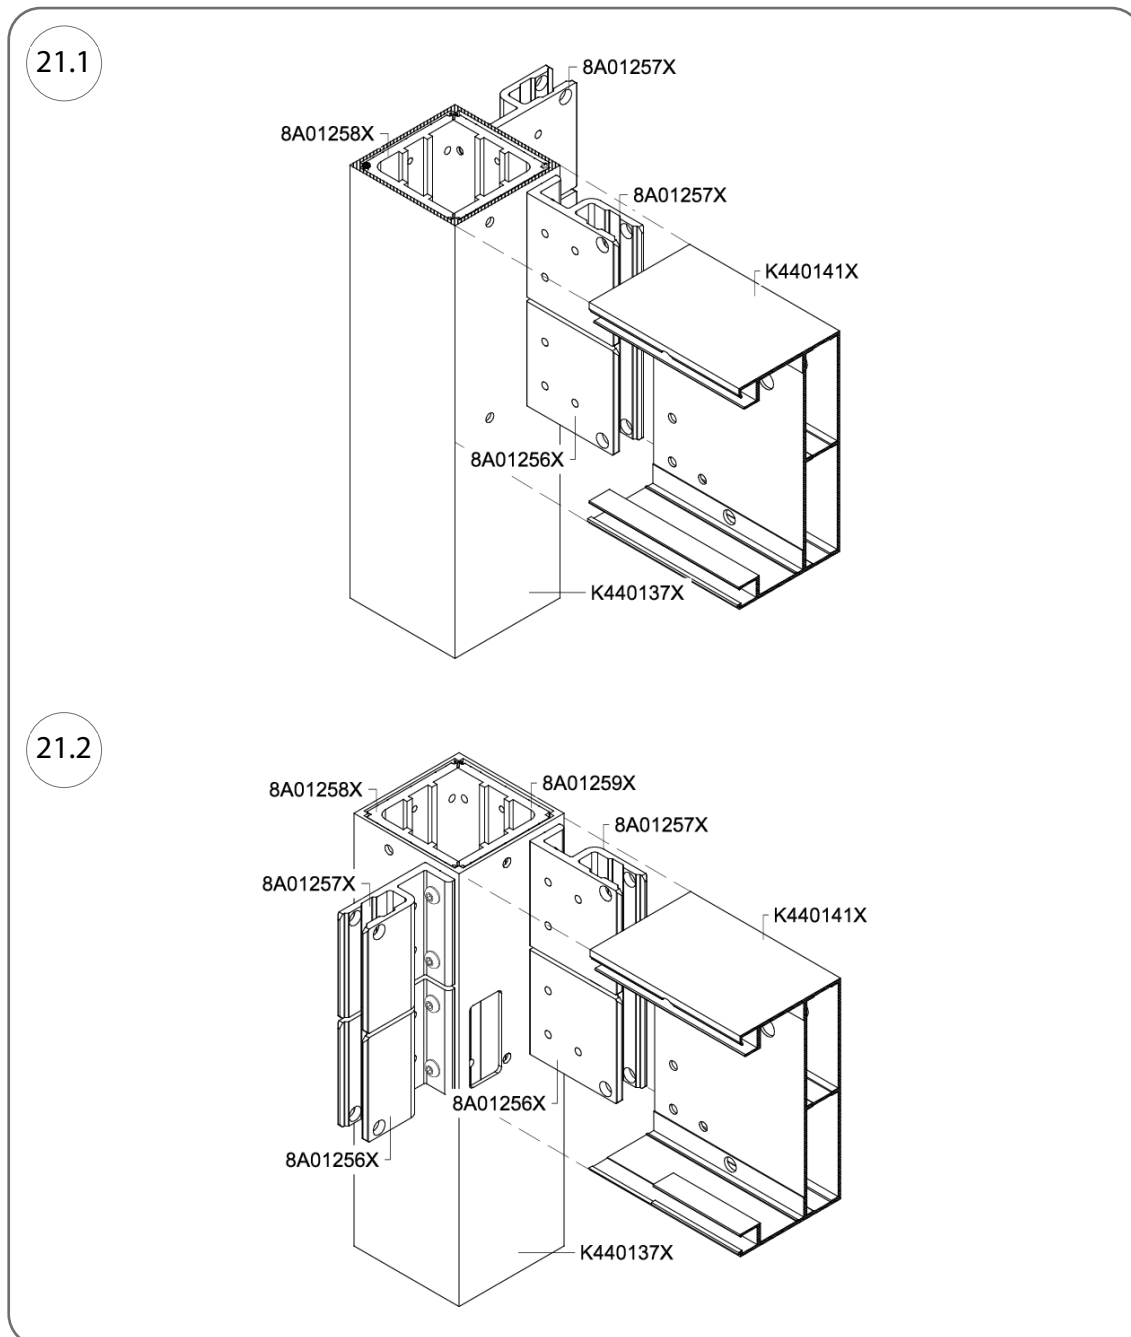
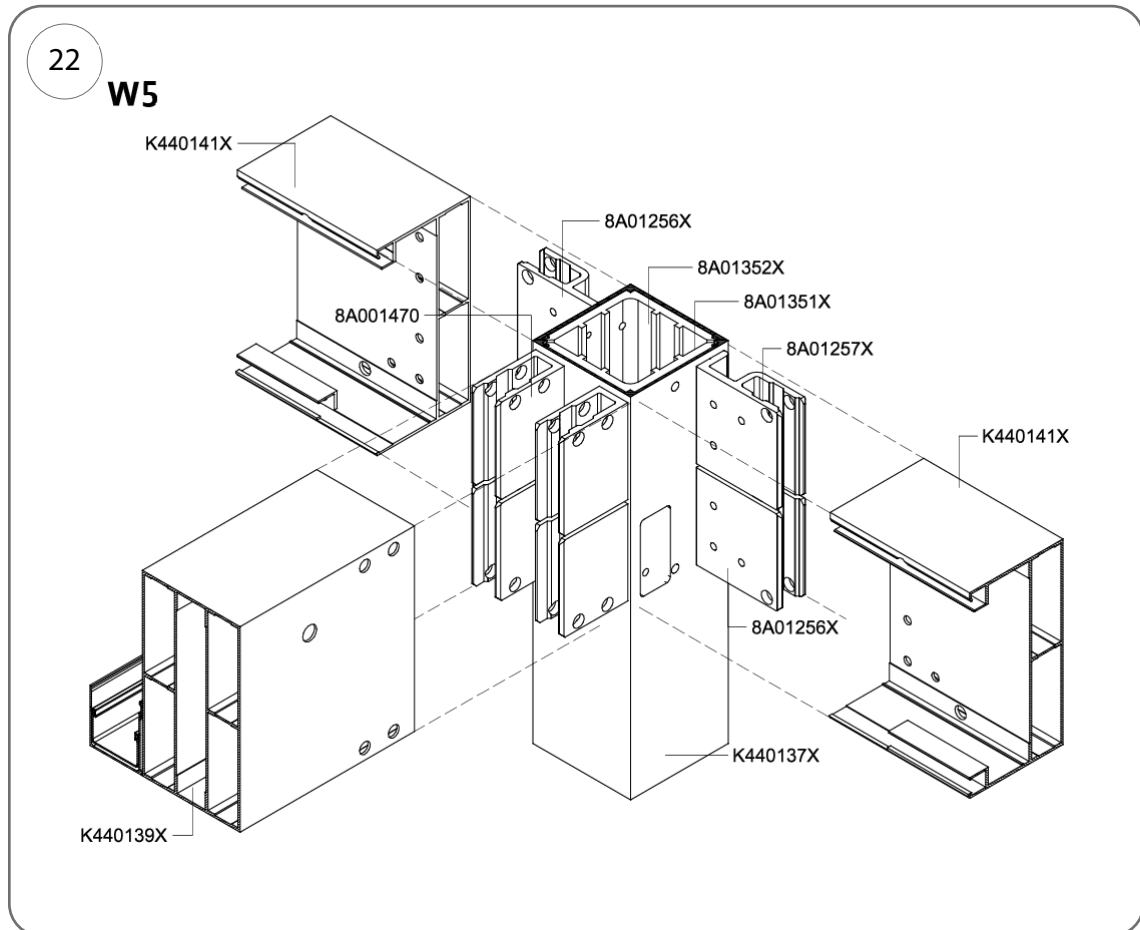
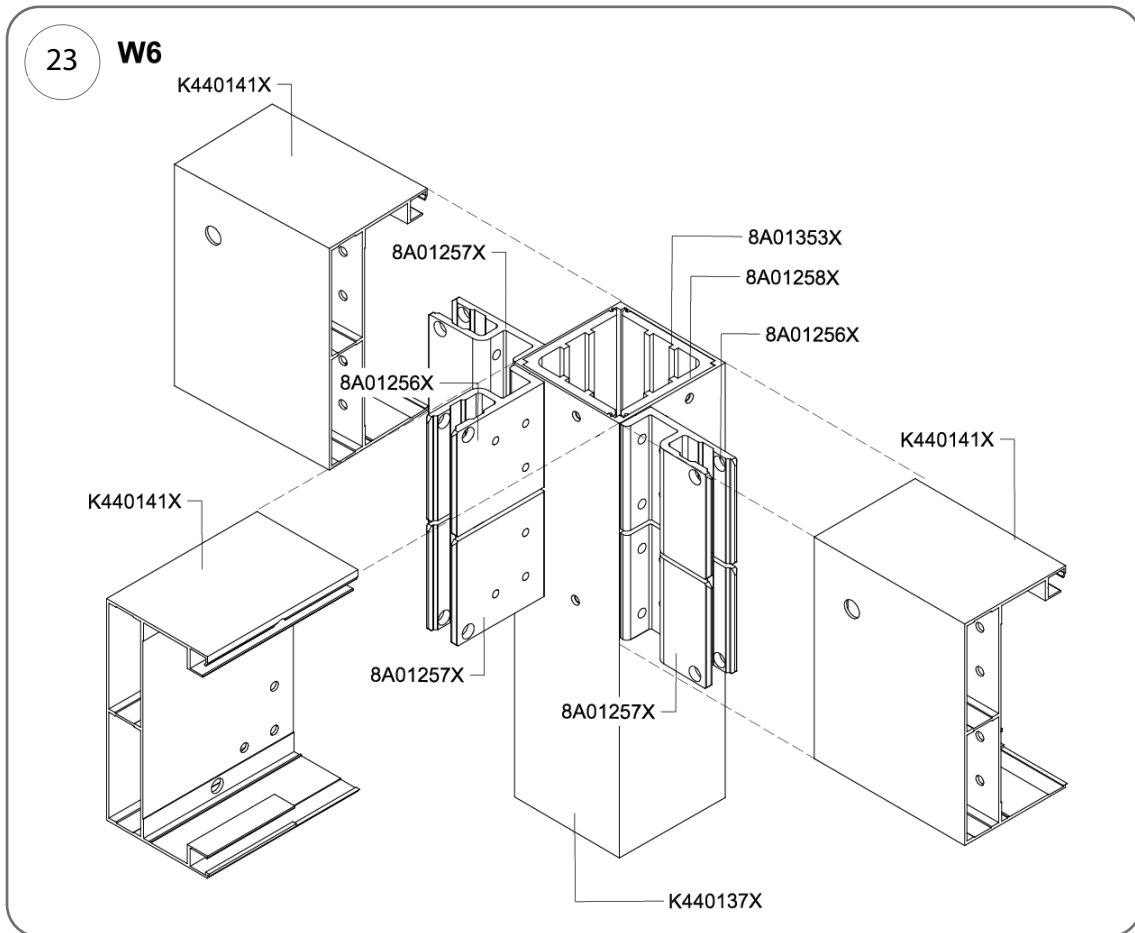

Abb. 21
Abb. 22
Abb. 23
4. Setzen Sie die Sparren auf die gemäß Abb. 22 und Abb. 23 befestigten Verbindungselemente, um sie mit den Pfosten zu verbinden.
6. Führen Sie die Schrauben Kat.-Nr. 80371262 (M8 x 90 mm) durch die Löcher in den Bolzen 8A01260X führen und diese in die Wände der Pfostenverbinder Kat.-Nr. 8A01258X (links) oder 8A01259X (rechts) in den Knotenpunkten W2 und W4 oder in die Verbinder Kat.-Nr. 8A01353X und 8A01258X im Fall des Knotenpunkts W6 (Abb. 23) mit Zwischenpfette, zweigängige Längspergola.
1. Setzen Sie die Pfetten auf die gemäß Abb. 21, Abb. 22 und Abb. 23 befestigten Verbindungselemente, um sie mit den Pfosten zu verbinden.